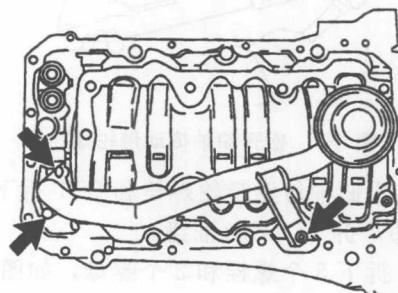
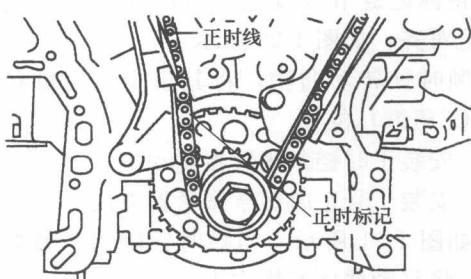

图1-14 拆下机油集滤器
图 1-15 对准曲轴正时标记
(21) 拆下3个螺母、机油集滤器和衬垫，如图1-14所示。
(22) 拆下进气稳压罐。
(23) 拆下点火线圈总成。
(24) 拆下1号油管。
(25) 拆下2号油管。
(26) 拆下右汽缸盖。
(27) 拆下左汽缸盖罩。
(28) 拆下正时链条盖。
(29) 拆下正时链条盖油封。
(30) 将 1 号汽缸设在压缩行程上止点位置。
① 安装曲轴传动带轮螺栓，转动曲轴，使曲轴正时标记与汽缸体的正时线对齐，如图 1-15 所示。